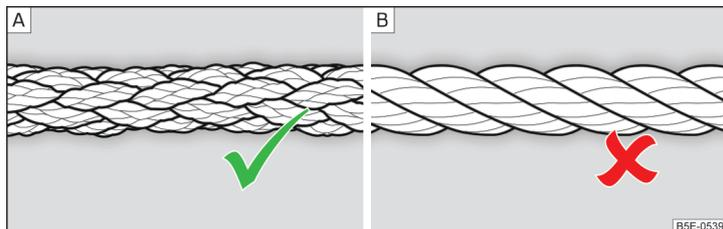

Fig. 173 Cable para remolcar trenzado / Cable para remolcar en espiral
Para el remolque por medio de un cable de remolque, usar solamente un cable de fibra plástica tejida » fig. 173 - A » !.
- Para remolcar no debe utilizarse ningún cable de remolque en espiral » fig. 173 - B, la argolla de remolque puede desenroscarse en el vehículo. - ¡Existe peligro de accidente!